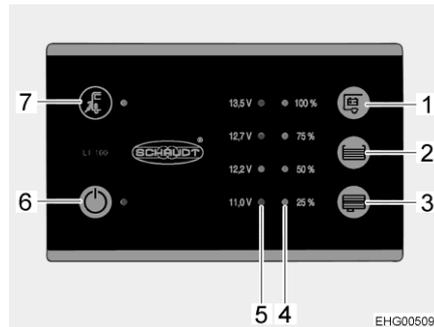

Fig. 96 Panel (LT 100)
El LED amarillo en el símbolo de conexión a la red "⚡" (Fig. 96,7) estará iluminado mientras que el vehículo esté conectado a una alimentación de red externa. Entonces, el LED también estará iluminado al estar el panel desconectado.
El interruptor principal de 12 V (Fig. 96,6) conecta y desconecta el panel y la alimentación de 12 V del habitáculo.
- Pulsar el interruptor "⏻" (Fig. 96,6): La alimentación de 12 V del habitáculo está conectada. El LED está iluminado de color verde.
- Volver a pulsar el interruptor "⏻" (Fig. 96,6): La alimentación de 12 V del habitáculo está desconectada. El LED se apaga.
La serie de LED (Fig. 96,5) indicará la tensión de batería de la batería del habitáculo del modo siguiente:
- Pulsar la tecla "☰" (Fig. 96,1): Indica la tensión de la batería del habitáculo.
La serie de LED (Fig. 96,4) indicará el nivel de llenado del depósito de agua potable o del depósito de aguas residuales.
Indicar el nivel de llenado: Pulsar la tecla "☰" (Fig. 96,2): Los LED iluminados indicarán el nivel de llenado del depósito de agua potable.
Pulsar la tecla "☷" (Fig. 96,3): Los LED iluminados indicarán el nivel de llenado del depósito de aguas residuales.